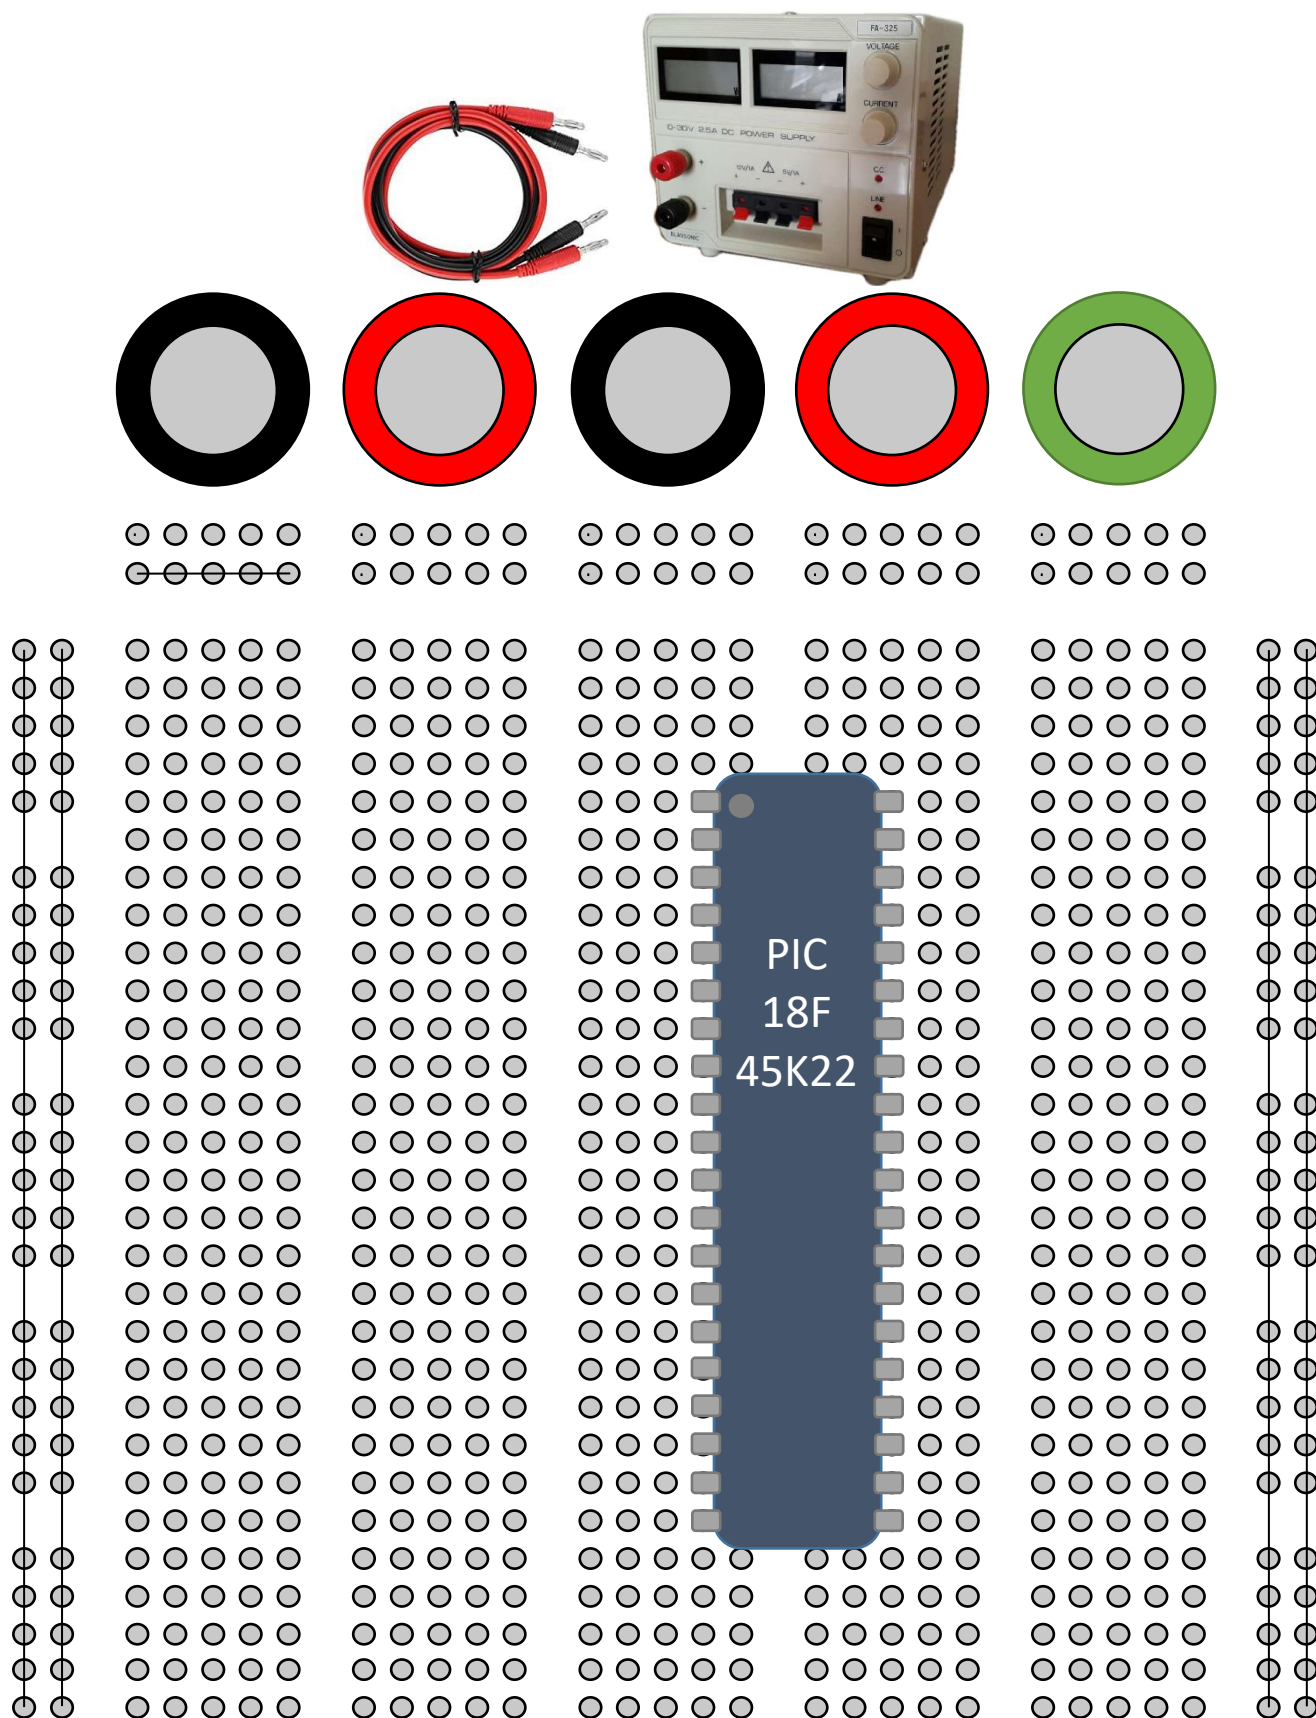

Figura 1. Esquema d'una protoboard per fer les connexions dels circuits.
- 2.- A més, per a aquest previ s'ha de fer el dibuix de tots els circuits, incloent alimentació, cables, interruptors, leds, resistències, condensadors, etc. a la figura 1 que trobareu al final d'aquest document i que representa la protoboard. Quant més detall afegiu en el dibuix d'aquests esquemàtics, millor.** La disposició dels pins i el sistema d'alimentació del microcontrolador necessiten una mica d'informació addicional. Assegureu-vos de fer servir els pins correctament (no confongueu la distribució de pins del Proteus amb la real). També, s'ha de dibuixar les connexions entre la font d'alimentació i la protoboard i la distribució de les línies de Vdd (5 V) i Vss (0 V) per alimentar el microcontrolador. Al document `resumElectrònica.pdf` podeu trobar informació sobre la protoboard i la distribució dels pins del PIC i les connexions necessàries per a l'alimentació del PIC.